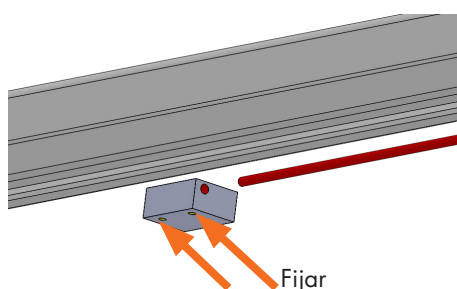

Fig. 17
- Pase el cable espiral por el taladro de la pieza de sujeción y fíjelo allí mediante los tornillos de sujeción (hexágono interior SW 3, marcados en fig. 17 por las flechas).